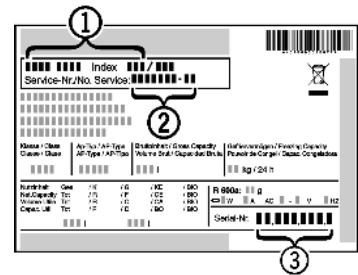

Fig. 15
- ▶ Обратитесь в сервисную службу и сообщите вид неисправности, наименование устройства *Fig. 15 (1)*, сервисный № *Fig. 15 (2)* и серийный № *Fig. 15 (3)*.